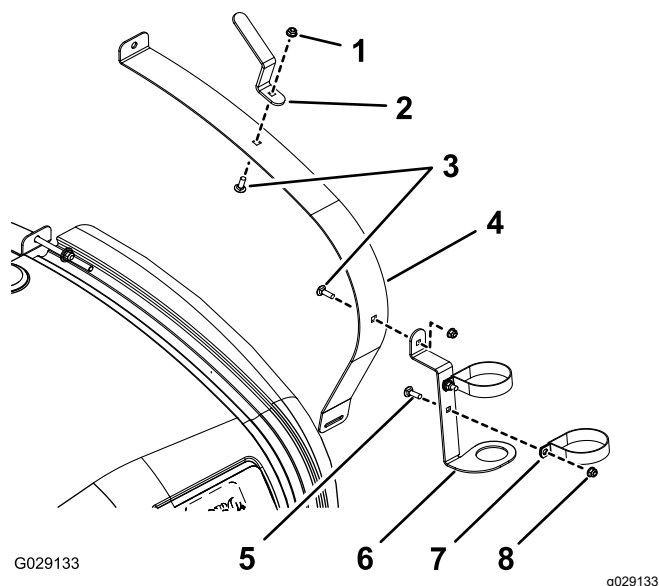

Figura 1
- En el Multi Pro 1750 y el Multi Pro 5800, afloje el fleje delantero derecho (Figura 1).
2. Instale las abrazaderas en R, el soporte de la pistola de fumigación y el gancho de la manguera según se muestra en Figura 1 o Figura 2, con un perno de cuello cuadrado, una arandela plana y una tuerca con arandela prensada.